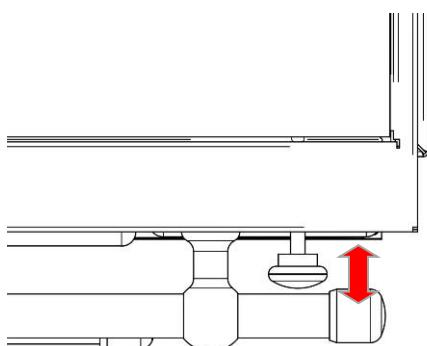

Bild 5
Die Betätigung der Anheizklappe erfolgt mit dem Knopf (Bild 5) über der Backofentür. Sie dient zur Verkürzung der Rauchgaswege beim Anheizen. Die Anheizklappe nur in der Anheizphase öffnen. Eine im Heizbetrieb geöffnete Anheizklappe führt zur Überhitzung des Herdes und damit zu Schäden an den Herdteilen. Außerdem hat eine offene Anheizklappe erhöhten Brennstoffverbrauch zur Folge.
- Den Knopf der Anheizklappe herausziehen (= Anheizklappe offen, Bild 5)